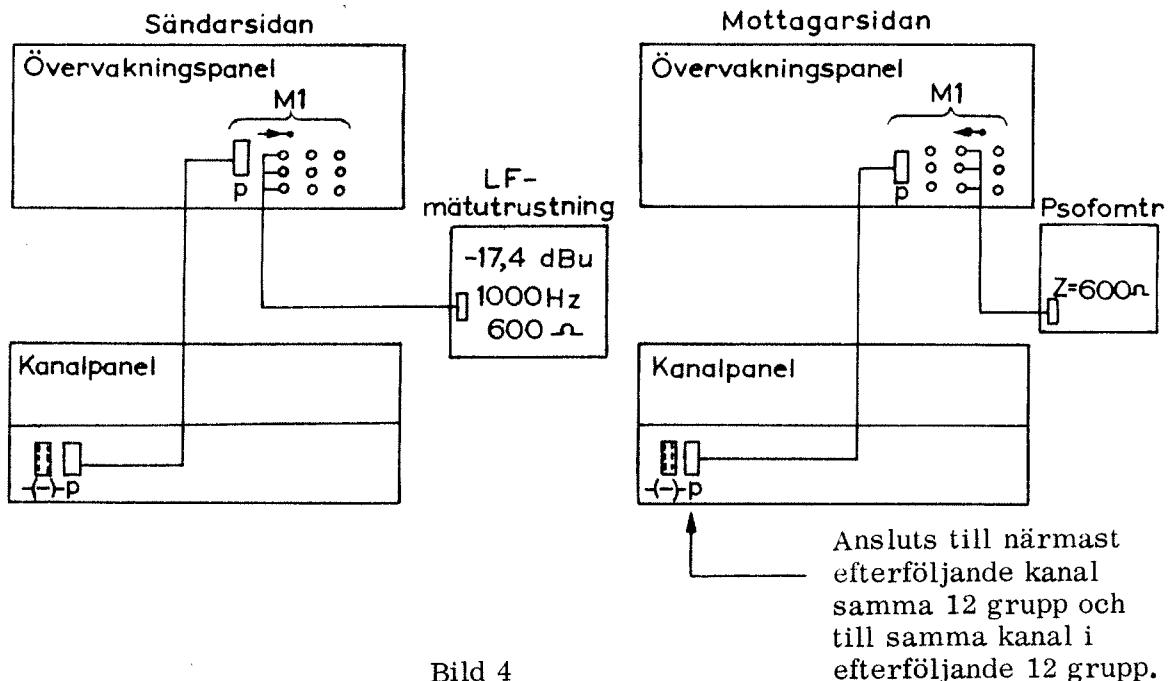

Bild 4
- 3.11.2 Anslut signal enligt bild 4 och mät överhörningen, dels till efterföljande kanal i samma 12 grupp, och dels till samma kanal i efterföljande 12 grupp enligt nedanstående tabell.